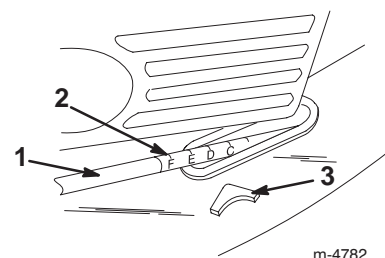

Figure 15
5. Tirez ou poussez la poignée et utilisez le pointeur et les repères de hauteur de coupe sur la biellette pour régler la tondeuse à la hauteur de coupe requise (Fig. 15).